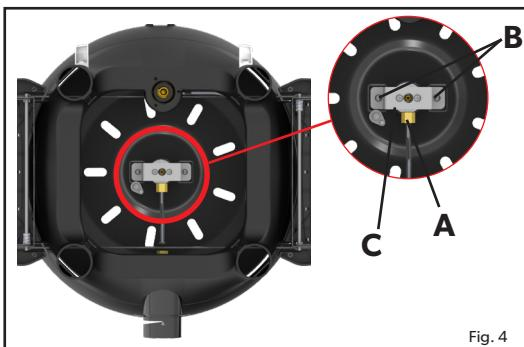

Fig. 4
- Si consiglia di pulire o sostituire l'ugello del getto ogni sei (6) mesi per garantire un funzionamento efficiente e continuo dell'apparecchio.
Per rimuovere il getto, rimuovi tutte le superfici libere dal dispositivo e capovolgi l'unità base. Utilizzando una chiave adatta, allentare il dado (A) (Fig.4). Svitare le 2 viti (B) (Fig. 4). Rimuovere la staffa (C) per esporre l'ugello. (figura 5). Rimuovere l'ugello utilizzando una chiave adatta. Non utilizzare pinze sull'ugello in quanto ciò potrebbe danneggiare l'ugello e renderlo inutilizzabile o impossibile da rimuovere.